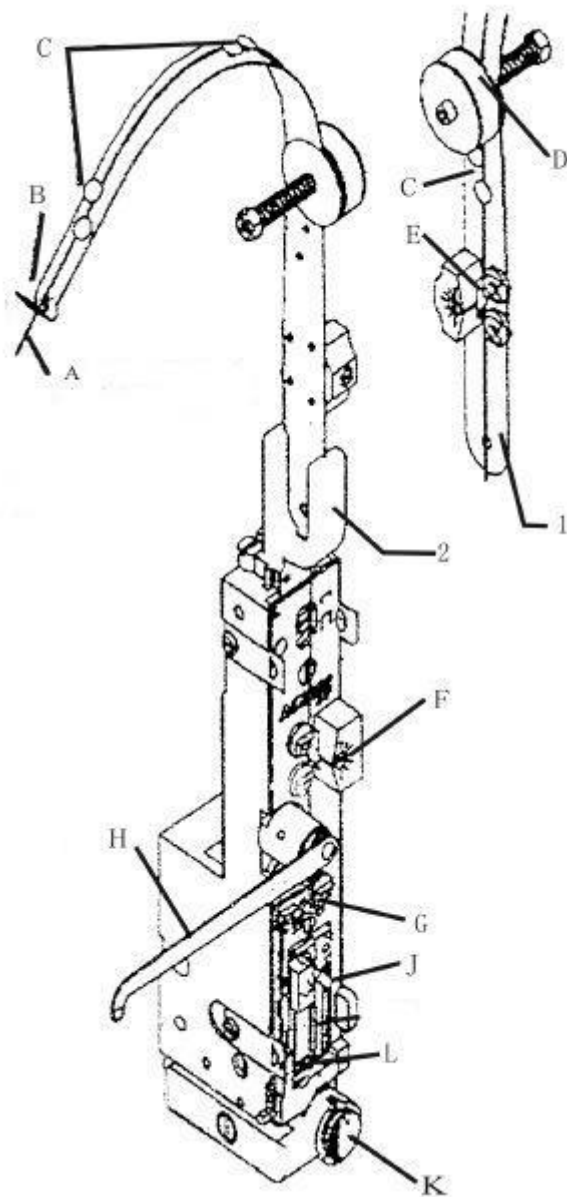

Рис. 1
Проволока с катушки (Рис. 1 - А) вставляется в щелевое отверстие (В) направляющей подачи проволоки (1), затем по ее поверхности проходит через:
- Узел выравнивания (D),
- Сквозное отверстие U-образного профиля (2),
- Между роликом давления (G) и подпружиненной пластиной (припускается вниз вручную),
- В зажимном устройстве толкателя (J) (левая часть отклоняется за основание штока),
- И вставляется в сквозное отверстие (L)
1. Требуется отключить машину от электропитания и ослабить винт «А» (Рис. 1);